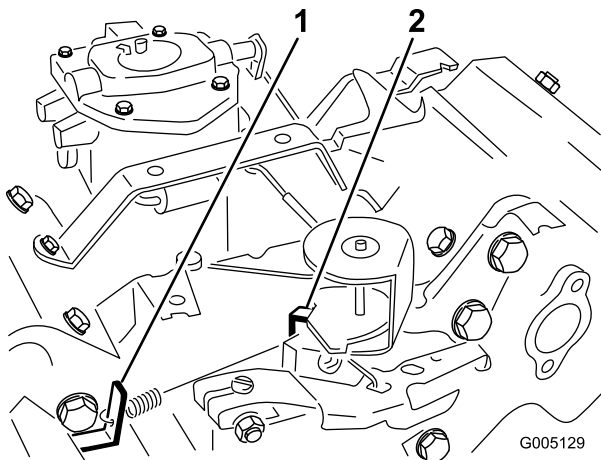

図 51
- 調速アイドルスプリングアンカーの耳(図 51)を曲げて、エンジン速度を 1650±100 RPM に調整する。タコメータで速度を確認のこと。
- スロットルコントロールをFAST位置とする。高速アイドルスプリングアンカーの耳(図 51)を曲げて、エンジン速度を 2850±50 RPM に調整する。